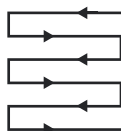

Fig. 23
- > Tondez en faisant des lignes qui se chevauchent légèrement. Des lignes droites le long d'un des côtés sont le schéma de tonte de pelouses le plus efficace. Cela permet d'avoir des lignes égales et de s'assurer que la pelouse est tondue sans oublier d'endroits (Fig. 23).